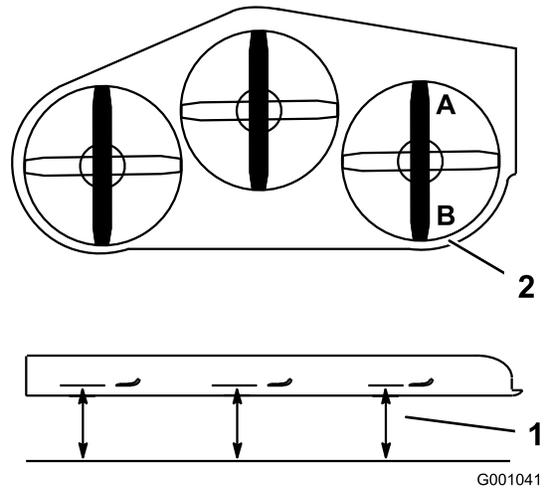

Figure 79
2. Tournez une lame dans le sens longitudinal. Mesurez la distance aux points **A** et **B** entre une surface plane et le bord coupant des pointes des lames (Figure 79).